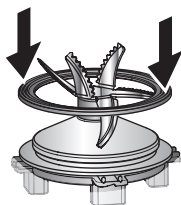

fig. 2
- Placez l'ensemble (**e1+e2**) sur le fond du bol (**e3**). Verrouillez-le en tournant le bloc lames d'un quart de tour dans le sens inverse des aiguilles d'une montre (**Fig.2**).
- Place the assembly (**e1+e2**) on the base of the jug (**e3**). Lock it by rotating the blade unit through a quarter turn in an anticlockwise direction (**Fig.2**).